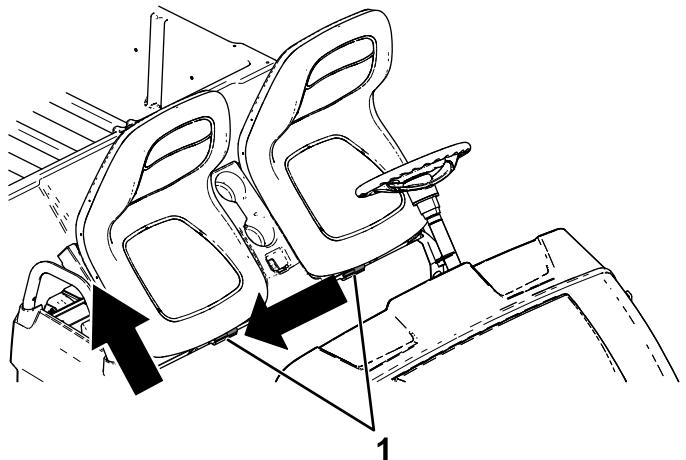

Figure 28
- Faites coulisser l'ensemble sièges sur le côté pour le dégager des goupilles, et soulevez-le (Figure 28).